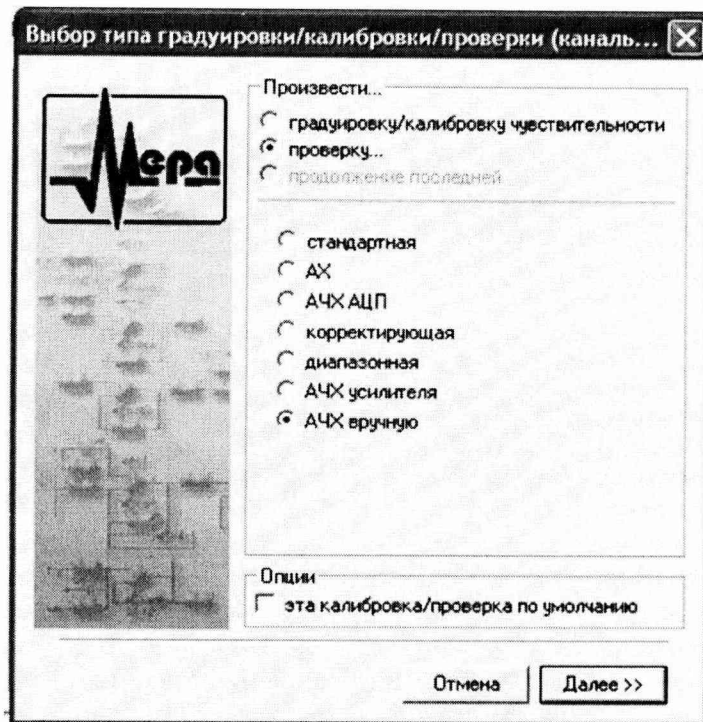

Рисунок 13-Вид диалогового окна «Выбор типа градуировки/калибровки/проверки (канальная)» при определении неравномерности АЧХ
7.2.8.1 Выбрать в диалоговом окне "Выбор типа градуировки/калибровки/поверки (канальная)" (рисунок 13) в разделе «Произвести...» вкладки «поверку» и «АЧХ вручную».